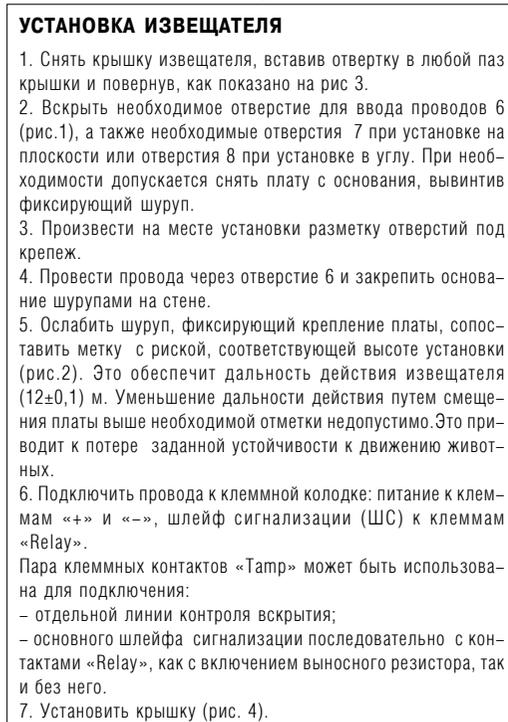

Рис. 3
1. Снять крышку известателя, вставив отвертку в любой паз крышки и повернув, как показано на рис.3.